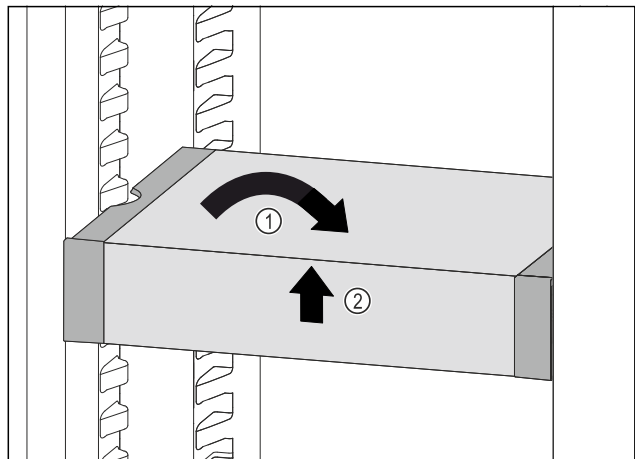

Fig. 96
- ▶ Remettre le VarioSafe droit. Fig. 96 (1)
- ▶ Soulever la partie avant du VarioSafe. Fig. 96 (2)